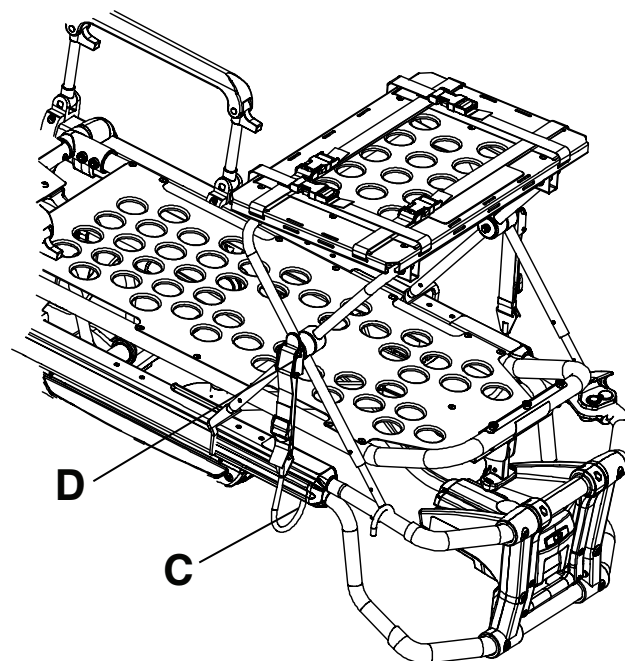
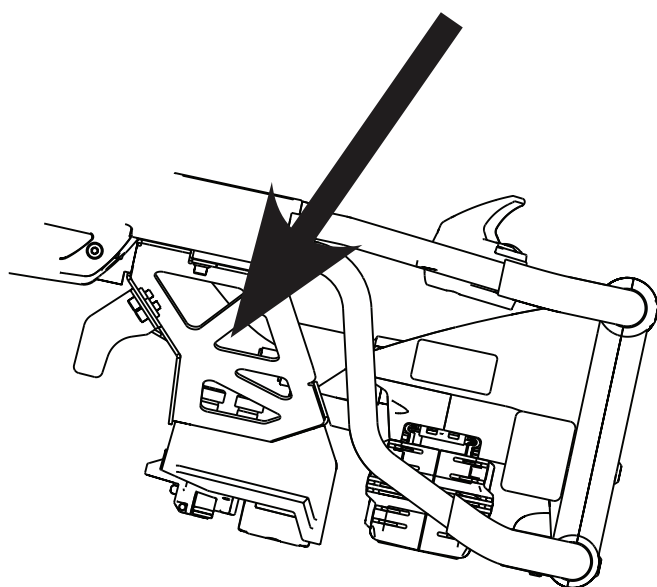

Рисунок 27 – Размещение крюка защелки (представлена модель 6506)
Рисунок 28 – Петля (представлена модель 6506)
6. Поместите крючок защелки (C) под раму кушетки или фиксатор ногового конца и нажмите на язычок (D) так, чтобы он зафиксировался с одной стороны со щелчком (Рисунок 27). Повторите действие с другой стороны. В случае каталок, совместимых с **Power-LOAD**, если автомобиль оснащен им, необходимо удлинить ремни и прикрепить их к фиксатору ногового конца (Рисунок 28).